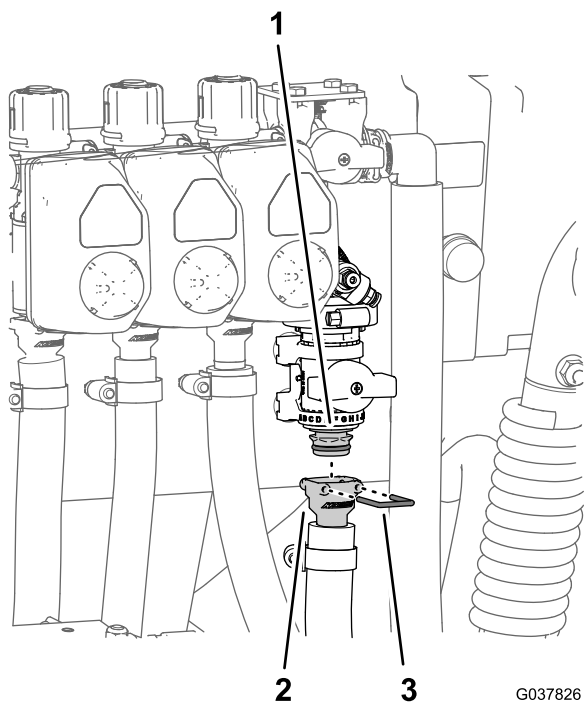

Figura 98
2. Montate il raccordo diritto dentellato del flessibile sul raccordo di collegamento rapido della valvola di intercettazione delle flange (Figura 98).
3. Fissate il raccordo diritto dentellato e il raccordo di collegamento rapido con il fermo fornito con il raccordo di collegamento rapido del flessibile (Figura 98).